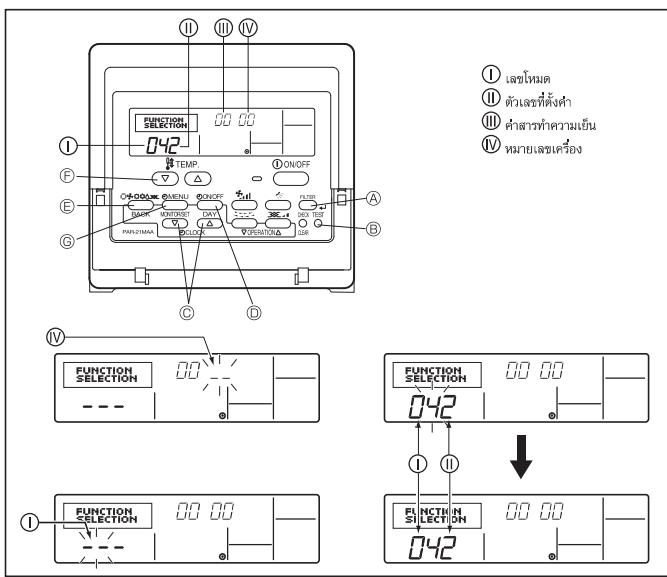

Fig. 6-9
1) สำหรับรีโมทคอนโทรลรีสาย (Fig. 6-9)